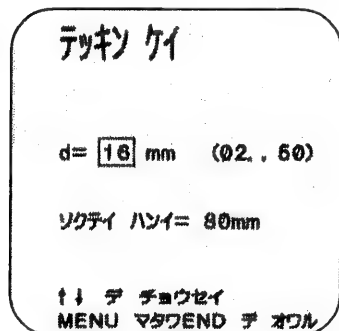

図5
7. 1. 鉄筋径の入力は、☐ テッキン ケイにカーソルを合わせSTARTキーを押してください。図5が表示されます。